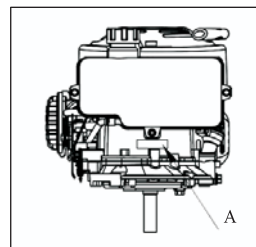

Fig. 15 A: localização do número de série
13.1 LOCALIZAÇÃO DO NÚMERO DE SÉRIE (Ver Fig. 15)